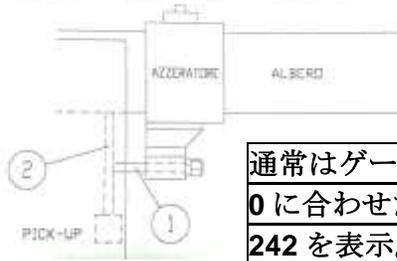

図 48
1. 距離センサーゼロセッティングコントロールの(図 48 のように) ネジ (1) をピックアップサポート(2)にタッチし固定ボルトを引きます。